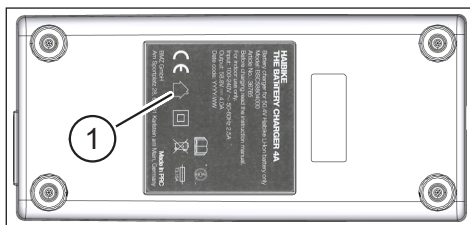

Fig. 7: Plaque signalétique sur Haibike The Battery Charger 4A
La pos. 1 dans Fig. 7 indique la position de la plaque signalétique.